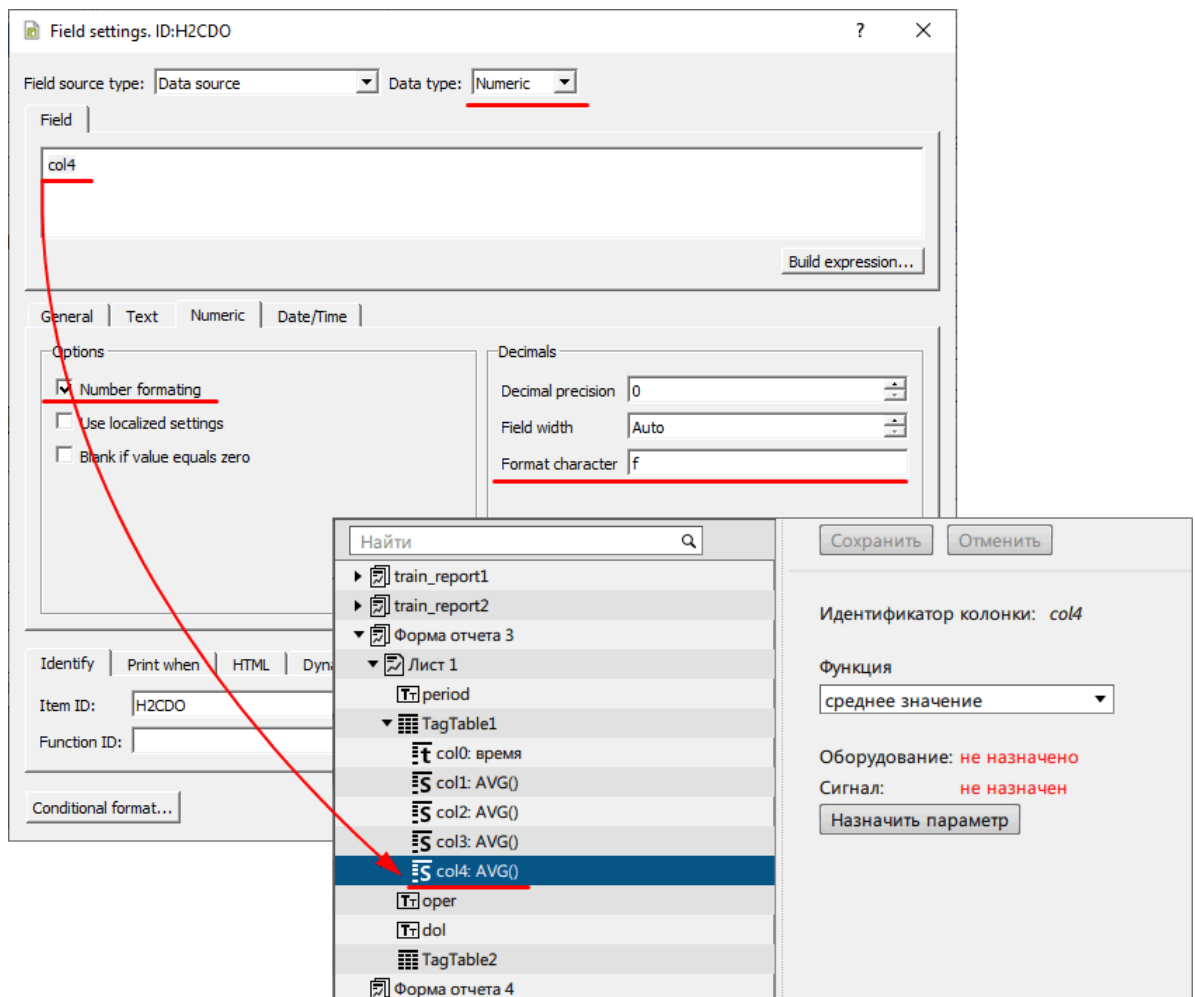

Рисунок 330 - Настройка табличных данных
3. Впишите наименование колонки, как в настройках отчетов Redkit Configurator, если добавляете таблицу измерений (Рисунок 330). Если добавляете таблицу журналов, то номер колонки соответствует колонкам журнала (Таблица 76).